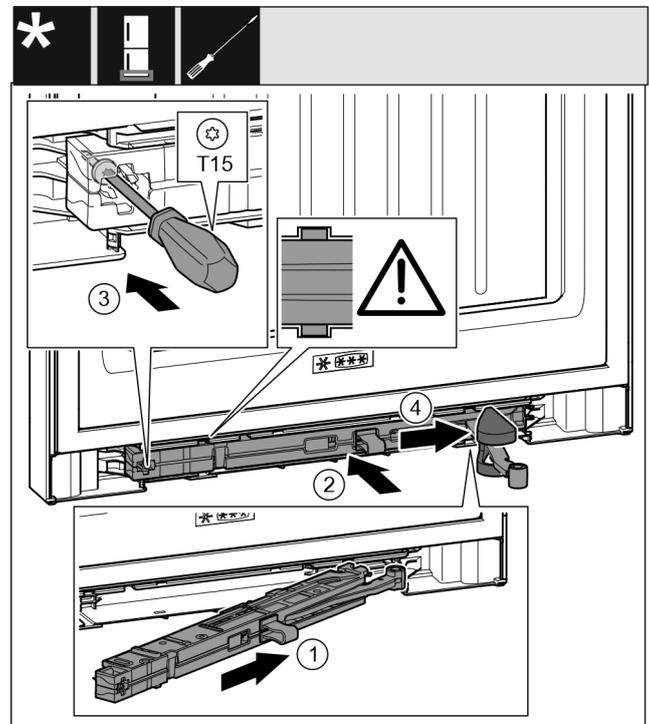

Fig. 48
- ▶ Inserire in diagonale l'unità dell'ammortizzatore di chiusura Fig. 48 (1) nel vano sul lato del blocco di supporto fino a battuta.
- ▶ Inserire completamente nel vano l'unità dell'ammortizzatore di chiusura Fig. 48 (2).
- ▶ Stringere la vite Fig. 48 (3) con un cacciavite.
- ▶ Spostare la copertura Fig. 48 (4) sul giunto.